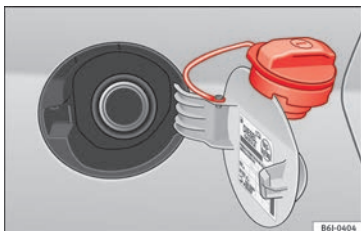

Bild 51 Tanklocket sitter fast på tankluckan.
- Placera det på den övre delen av tankluckan » **bild 51**.